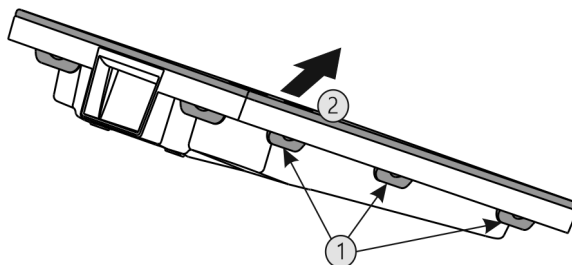

Fig. 58
- ▶ Последовательно нажать на все накладки Fig. 58 (1) и снять крышку Fig. 58 (2).